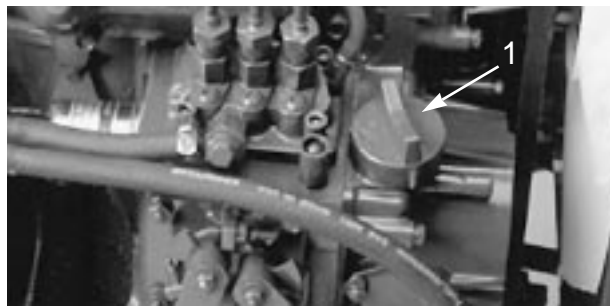

図 16
3. 不足していれば補給口キャップ（図16）を取り、ディップスティックのFull位置までオイルを補給する。オイルはゆっくりと少量ずつ量を確認しながら補給し、入れすぎないように注意する。